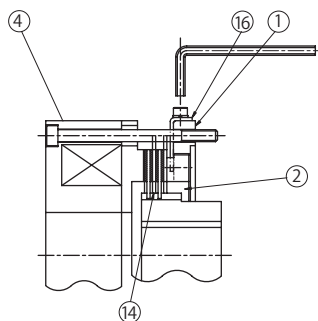

図 8-39
- (1) P91 の手順でブレーキを手動解放します。
- (2) センターリング①外周上にあるストッパー⑯をゆるめ、抜き取ります。ギャップ調整ネジ②がフリーになります。(図 8-39 参照)